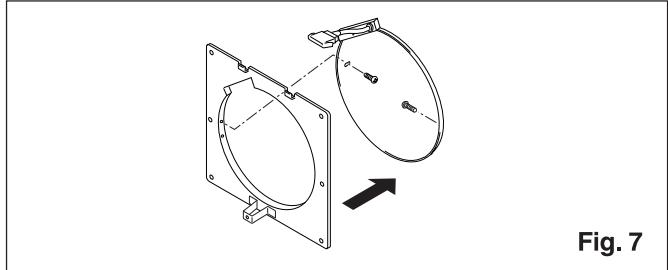

Fig. 7
9. Appliquer fort la plaque de montage contre le mur et la fixer à l'extérieur de la traversée de mur à l'aide des vis fournies. (vis II) (voir Fig. 7).